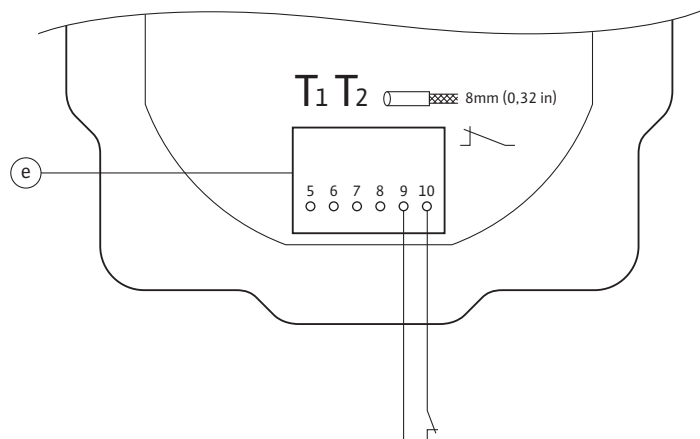

Fig.15-2: Anschluss Temperaturfühler/Fensterkontakt an Geniax Pump Tronic
- Die Aderenden an die entsprechenden Klemmen der Pump Tronic anschließen gem. Tab. 15-2 und Fig. 15-2.